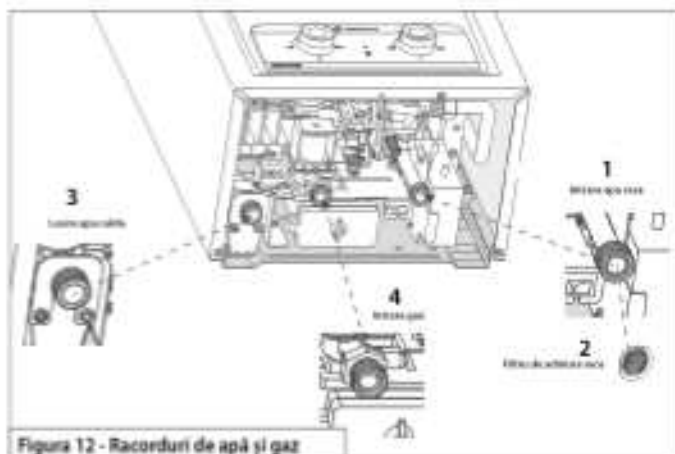

Figura 12 - Racorduri de apă și gaz
- Verificați dacă filtrul de apă (a se vedea figura 12 - 2) este montat în racordul de intrare a apei în aparat